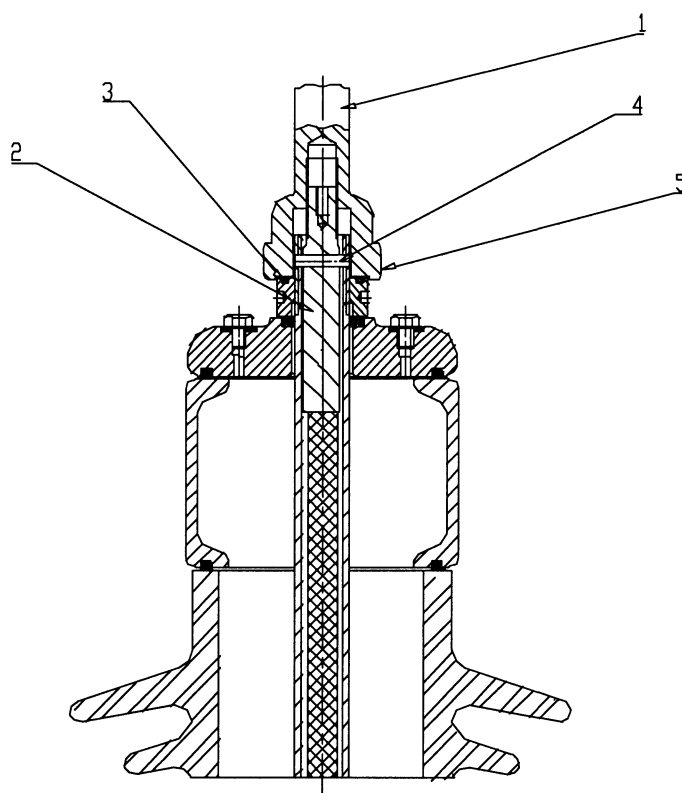

Fig. 7 Внешняя и внутренняя контактные шпильки
6. Зафиксируйте внутреннюю контактную шпильку в трубе ввода при помощи штифта согласно рис. 7.
4. Завернуть внешнюю контактную шпильку и затянуть с усилием 60-80 Нм, согласно рис. 7.